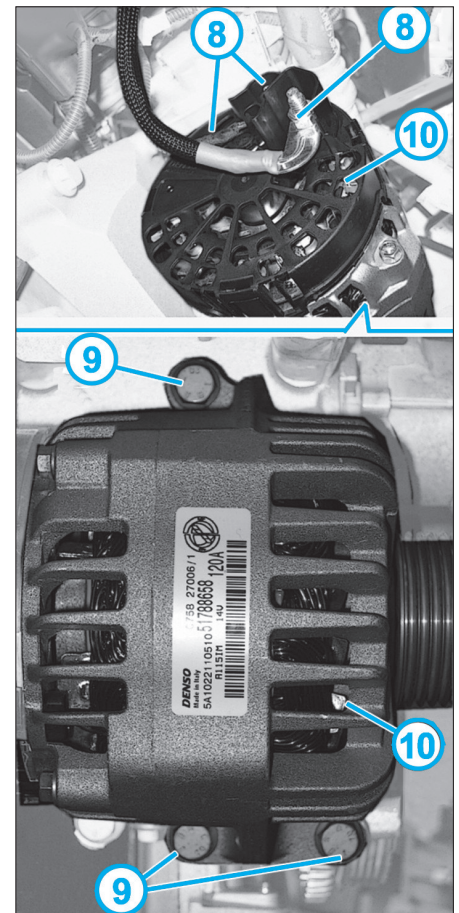

Fig. 6
- Débrancher les câbles électriques (8) de l'alternateur (Fig.6).
- Déposer les vis (9).
- Récupérer l'alternateur (10).